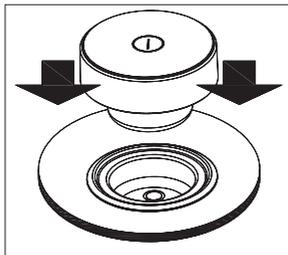

Рис. 3.
- 1 Вставьте регулятор (2) в рабочий корпус (см рисунок 3).
- 2 Нажмите на сенсорную клавишу «Вкл.» ① (1) и удерживайте ее не менее 1 секунды. Сенсорное управление станет активным и видимым, а внешнее кольцо будет светиться. Если какая-либо из варочных зон будет горячее, на соответствующем индикаторе (4) будет отображаться буква H.